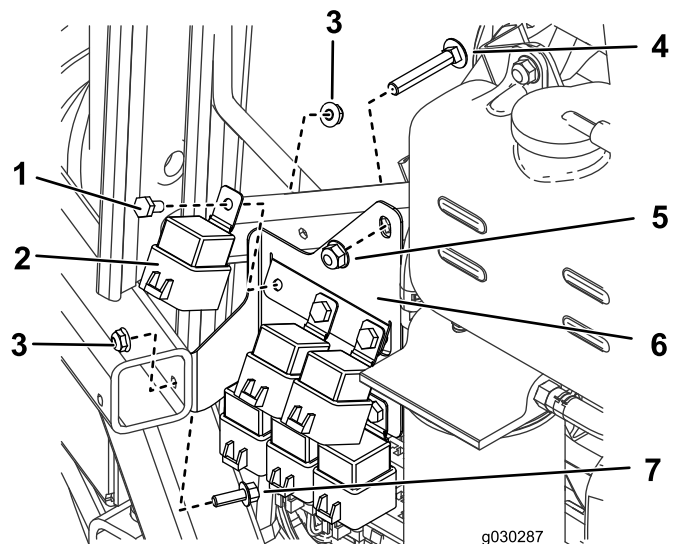

図 21
3. リレーブラケットを機体に取り付けるボルト 1/4 x 3/4 インチとナット 1/4 インチと、いま外したボルトとナットを使用する 図 21。
1. 機体の右側で、リレーブラケットにリレーを6個取り付けるボルト 1/4 x 1/2 インチ6本とナット 1/4 インチ6個を使用して 図 21 のように取り付ける。